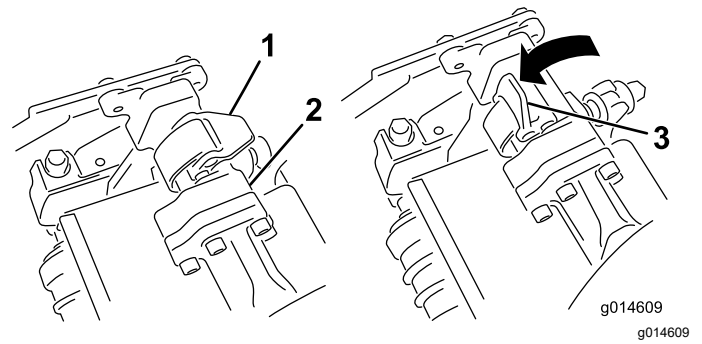
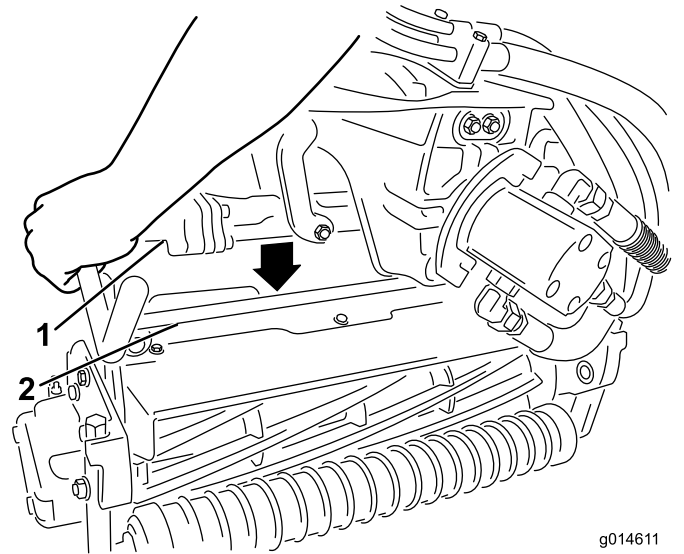

Figure 51
Figure 52
4. Presione los enganches hacia abajo alrededor de la barra de la unidad de corte y bloquéelas (Figure 51).
3. Con los enganches del brazo de suspensión orientados hacia arriba (es decir, abiertos (Figure 51), empuje hacia abajo el brazo de suspensión de modo que la barra encaje en la barra situada en la parte superior de la unidad de corte (Figure 52).
- Abra los enganches de la barra del brazo de suspensión de la unidad de corte que está retirando (Figure 51).